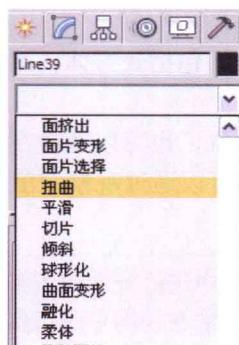
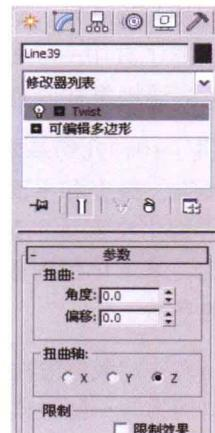

图1.30
图1.31
- 01 选中球棱柱对象，单击[修改]【修改】选项卡后，进入“修改”命令面板，在如图1.30所示的“修改器列表”的下拉列表中选择“扭曲”命令，“修改”命令面板中出现如图1.31所示的“参数”卷展栏。